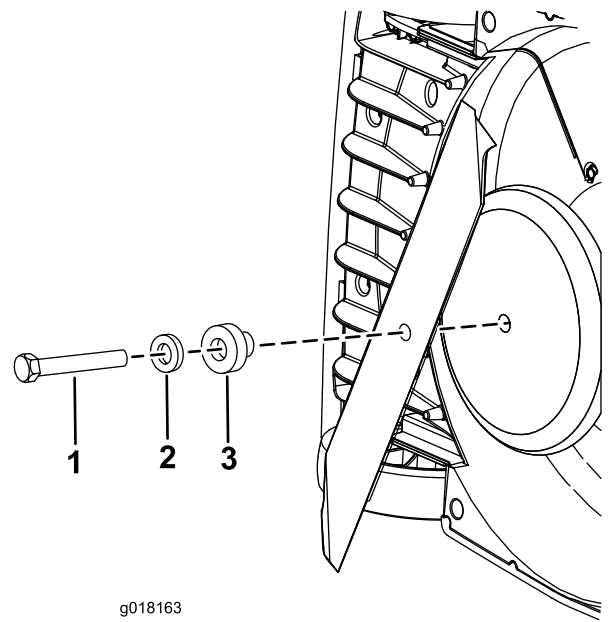

Figure 23
5. Retirez le boulon, la rondelle et l'entretoise, puis déposez la lame (Figure 23).
7. Fixez la nouvelle lame en place au moyen du boulon, de la rondelle et de l'entretoise retirés précédemment (Figure 23).